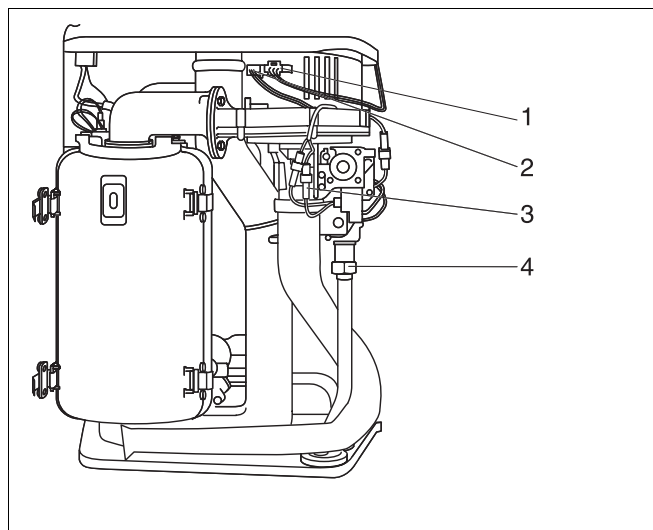

Abb. 55 Überwurfmutter lösen und Kabel abziehen
- Stecker von Stromversorgung Gebläse (Abb. 55, Pos. 1), Steuerleitung UBA am Gebläse (Abb. 55, Pos. 2) und Gasbrennerarmatur (Abb. 55, Pos. 3) lösen.
- Überwurfmutter an Gasarmatur lösen (Abb. 55, Pos. 4).